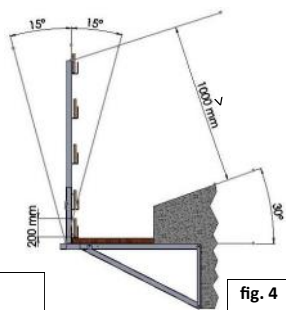

fig. 4
- Attenzione! La parte del parapetto che va fissata a parete deve essere posizionata in modo tale che, una volta inserito il supporto verticale, esso sporga rispetto al piano di lavoro per almeno 1 m misurato sulla perpendicolare della superficie di calpestio (fig. 4 a pag. 6);